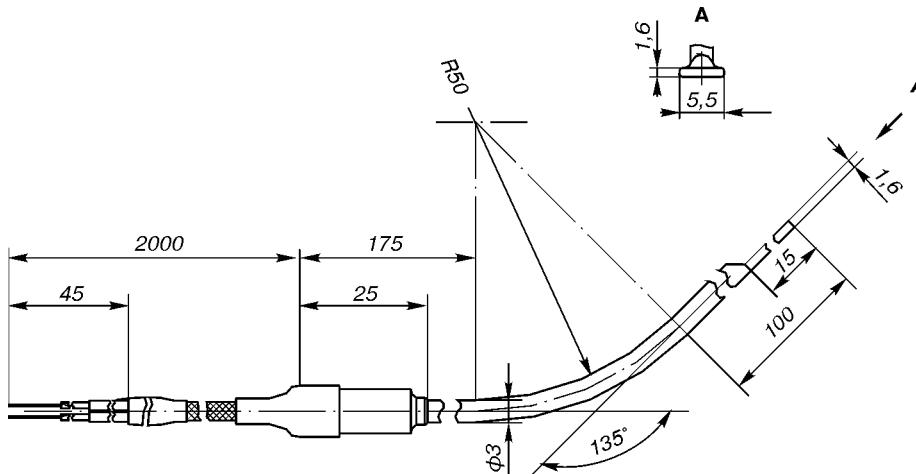

Рис.14.
**Назначение:** преобразователи термоэлектрические **TXK Метран-232** по рис. 14 предназначены для измерения температуры различных поверхностей, например, для измерения температуры поверхности брони доменной печи.
- 14 по рис.14 (только для TXK Метран-232)